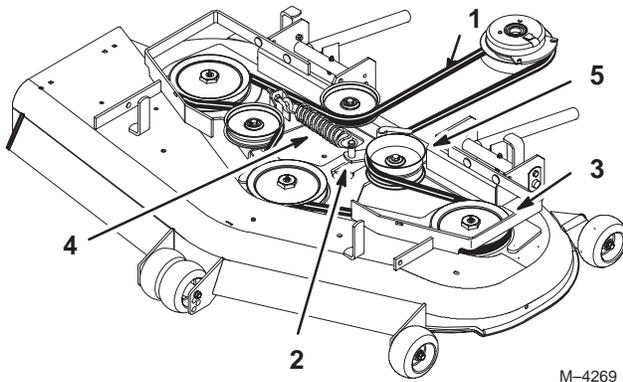

Bild 67
4. Entfernen Sie den Riemen. Drehen Sie zunächst die äußere Scheibe ab (Bild 67).
7. Setzen Sie die Spannscheibe wieder ein und führen Sie den Riemen über die anderen Scheiben (Bild 67).